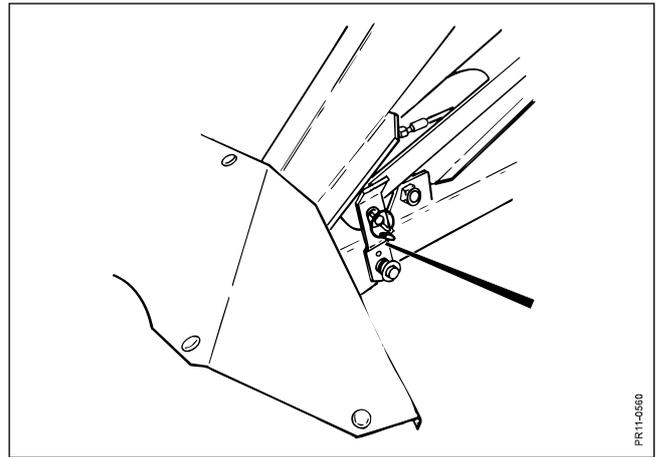

Fig. 2-7
- Fig. 2-7:** Bevor Transport der Maschine wird die Transportverriegelung mit Feder freigemacht, indem die Transportverriegelung 90° aufwärts frei von dem Haltestift gedreht wird, wonach der Zapfen mit dem Splint durch das Loch gesichert wird.